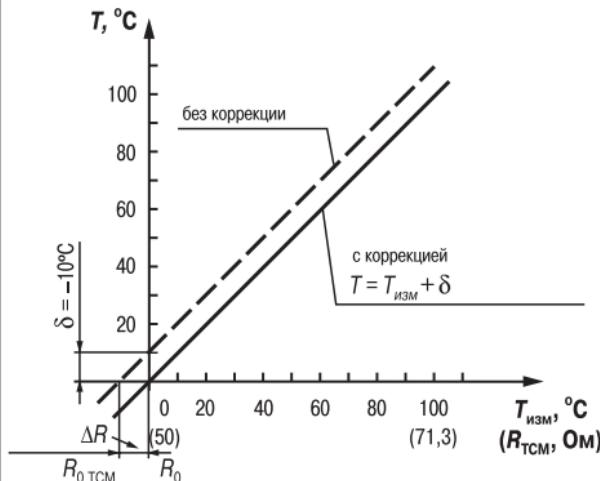

Рис. 5
3.2.5.2. Для компенсации погрешностей $\Delta R = R_0 - R_{0, \text{TCM}}$, вносимых сопротивлением подводящих проводов R_{TCM} , при использовании двухпроводной схемы подключения термопреобразователей сопротивления, к каждому измеренному значению параметра $T_{\text{изм}}$ прибавляется заданное пользователем значение δ («**сдвиг характеристики датчика**»). На рис. 5 приведен пример сдвига характеристики для датчика TCM50M, $W_{100} = 1,426$.